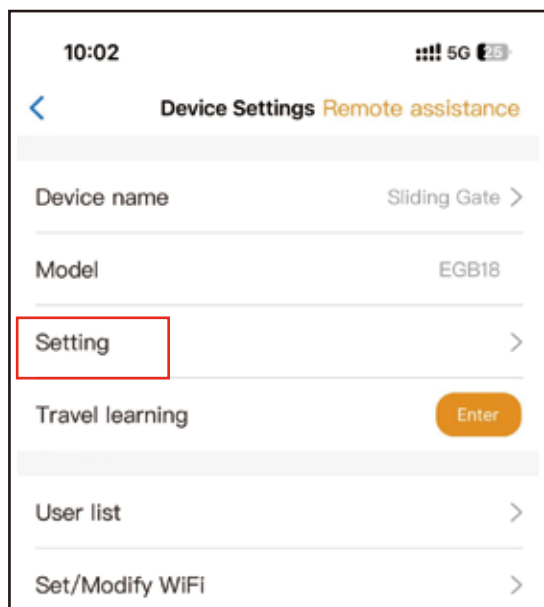

Fig 11
Paso 1. Seleccione el dispositivo, presione el “⚙️” en la esquina superior derecha. Haga clic en “Setting”. (Fig 11)